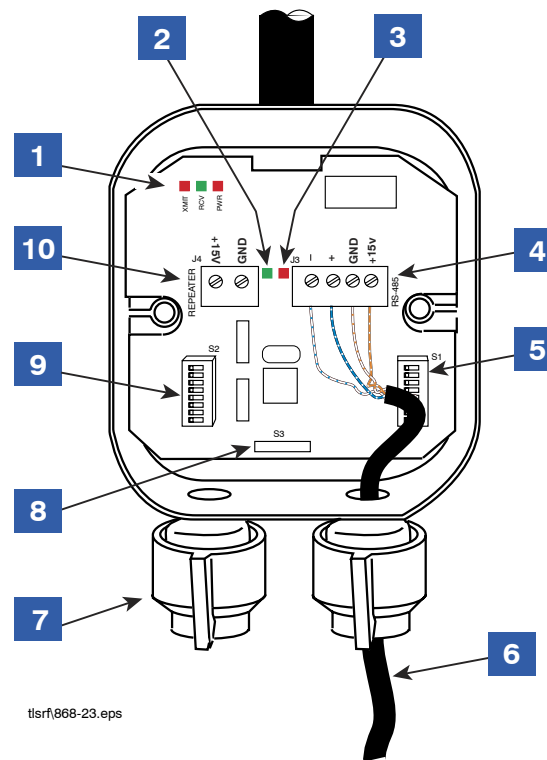

Abbildung 23. Verdrahtung des Empfängers
**LEGENDE FÜR NUMMERIERTE KÄSTCHEN IN ABBILDUNG 23**
7. Die VR-Busadresse und Standortnummer für den Empfänger eingeben (siehe Punkt 9 in Abbildung 23). HINWEIS: Es ist wichtig, dass diese Einstellungen sorgfältig vorgenommen werden, um Empfangsprobleme zu vermeiden. Zur Vermeidung potenziellen Fehlern siehe auch den Abschnitt Netzwerkkonfiguration. Außerdem bei der Eingabe von VR-Busadresse/Standortnummer das Netzwerkarbeitsblatt verwenden (siehe Anhang C).
7. Das andere Ende des Gleichstromkabels des Repeaters (schwarzer Draht an Masse und weißer Draht an +15 V) an die +15 V Ausgangsklemme des Empfängers (siehe Punkt. 10 in Abbildung 23 ) oder an eine unterbrechungsfreie 15 V DC-Stromversorgung der Kategorie 2 anschließen.
Diese Nummer wird mit den DIP-Schaltern 1-2 an S2 (siehe Abbildung 23 auf Seite 25) wie nachstehend gezeigt eingestellt.